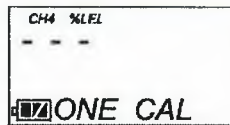

Рис.12. Установка соединительной платы, режим One Cal
6. Нажмите на соединительную плату на передней части сенсора GX-2009. Удостоверьтесь в правильности направления соединительной платы (рис.12), а также что названия сенсора на соединительной плате совпадают с названиями сенсора на инструменте